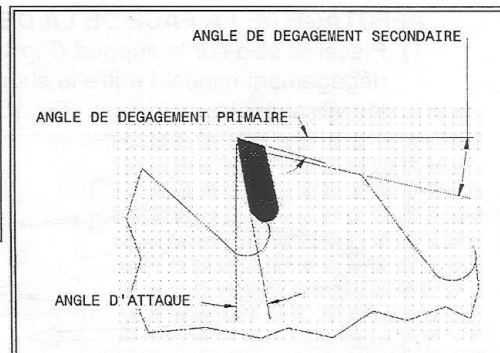
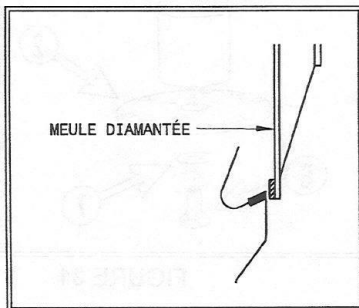

FIGURE 12
FIGURE 27
ANGLE DE DÉGAGEMENT PRIMAIRE(Fig.12)
ANGLE DE DÉGAGEMENT SECONDAIRE(Fig.12)
ANGLE D'ATTAQUE (-10° à 30°) (Fig.12)
- 1) Ajuster l'angle de dégagement primaire (Fig.12) avec la face de la meule diamantée (Fig.27).